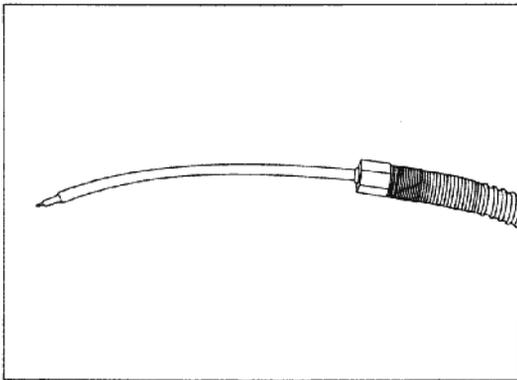

Fig. 13
- Se o espaguete de plástico que envolve a extremidade do cabo de alta tensão estiver inchado por ação de solvente (fig. 13) seque-o ou substitua o cabo ou, numa emergência, simplesmente remova o espaguete (capa vermelha) com cuidado para não danificar o cabo de alta tensão.